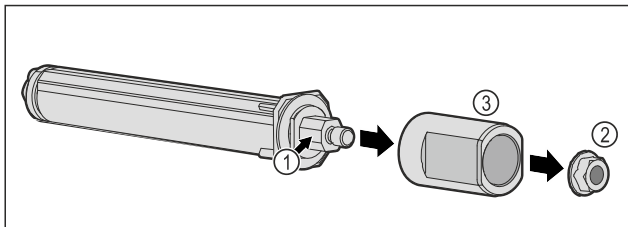

Fig. 58
- ▶ Systemu blokującego drzwi Fig. 58 (1) nie należy demontować.
- ▶ Wyciągnąć nakrętkę Fig. 58 (2).
- ▶ Zdjąć tuleję Fig. 58 (3).